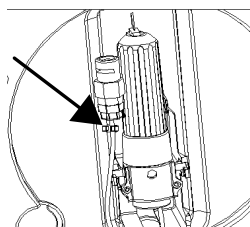

Fig.9
1. Plaats de CO₂ verbindingsslang naast de CO₂ patroonhouder. Beide onderdelen zijn niet nodig voor Heineken vaten (Fig. 9).